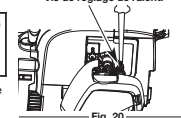

Fig. 20
La vitesse de ralenti du moteur est réglable à l'aide d'un vis de réglage accessible par un trou situé sur le dessus du couvercle du moteur (Fig. 20).
2. Relâchez la manette des gaz et laissez le moteur tourner au ralenti. Si le moteur s'arrête, insérez un tournevis cruciforme entre la couverture du filtre à air et celle du moteur (Fig. 20). Tournez la vis du ralenti dans le sens des aiguilles d'une montre, 1/8 de tour à la fois (selon le besoin) jusqu'à ce que le moteur tourne au ralenti sans à-coups.